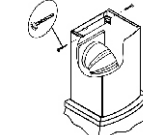

рис. 10
6.5 Для KB: «MIRABEL 60», «MIRABEL 90», «FUEGO 90». Выдвиньте вложенную в вытяжку фальштрубу, оденьте ее на кронштейн (рис. 10) и закрепите винтами.